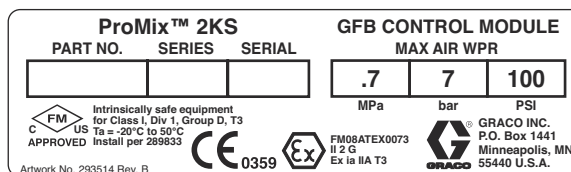

図 1。GFB Interface Module 識別ラベル
Gun Flush Box Interface Kit 15V534 は、ProMix 2KSRoboMix プロポーションナーによる一個あるいは二個のガンフラッシュボックスの操作を可能とする電気およびエア接続を提供します。識別ラベルについては図 1 を参照してください。
ケーブル (23) が RoboMix に届くように、RoboMix から 15 ft (4.5 m) になるようにガンフラッシュボックスモジュールエンクロージャー (1) を設置して下さい。このモジュールは危険な場所での使用を認められています。図 1 を参照してください。